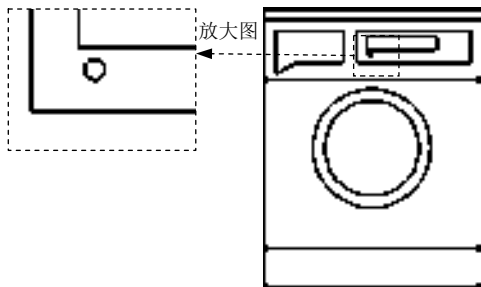

图 17.6.16 绘制圆 (一)
Step10. 绘制圆。选择下拉菜单 **绘图(D)** → **圆(C)** → **圆心、半径(R)** 命令，在命令行的提示下输入“60、40”后按 Enter 键，输入半径值为 10 后按 Enter 键结束圆的绘制，完成后的图形如图 17.6.16 所示。